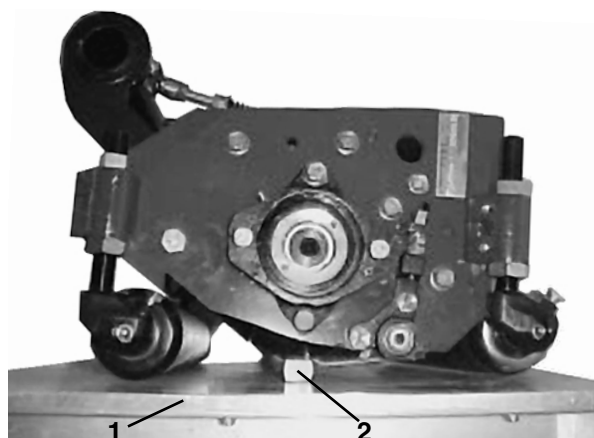

Figure 11
3. Basculez l'unité de coupe en avant (sur les lames du cylindre et la barre en acier) jusqu'à ce que le rouleau avant touche la surface plane. Les lames du cylindre et la contre-lame doivent rester en contact avec la barre. Le rouleau arrière ne doit pas toucher la surface (Fig. 11).